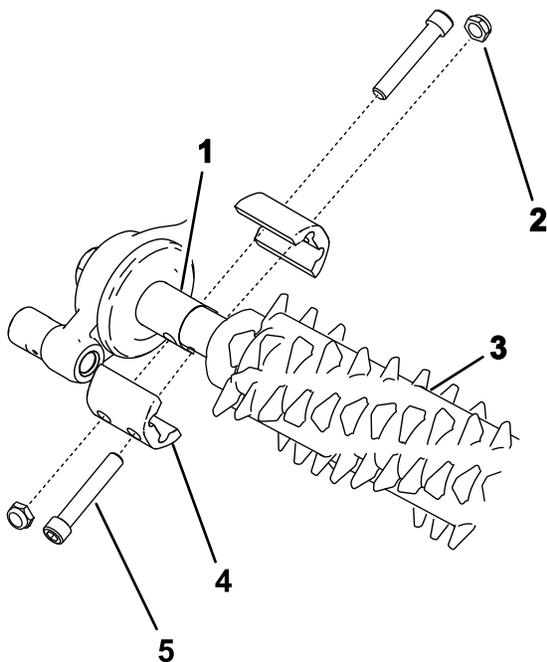

Figura 26
2. Alinhe o conjunto do rastelo de corte com a caixa de transmissão do rastelo e o conjunto do rolete (**Figura 26**).
4. Aperte os parafusos que prendem o conjunto do rastelo no sítio como se mostra na **Figura 26**; aperte os parafusos com 5 a 7 N·m.